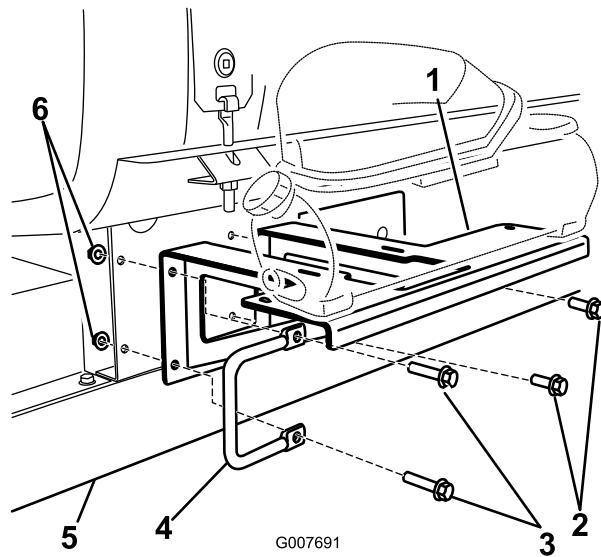

Figura 6
- Monte o suporte na estrutura utilizando 2 parafusos (3/8 x 1-1/4 polegadas), 2 anilhas (3/8 polegada), 2 porcas flangeadas (3/8 polegada) incluídos nas peças soltas; e o manípulo esquerdo e dispositivos de fixação removidos previamente (Figura 6).